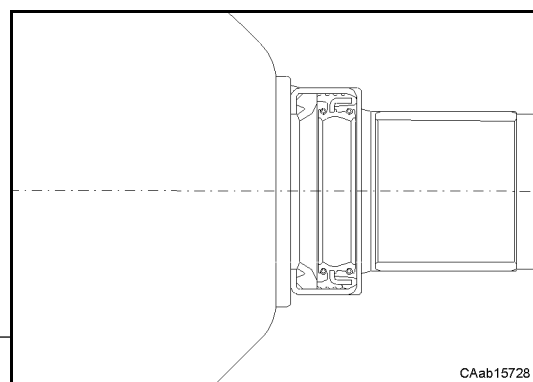

Fig. 4
- Montare gli anelli in modo che il labbro sia rivolto verso il lato olio (Fig. 4).
- *Assemble the seals so that the lip is fitted towards the oil side (Fig. 4).*